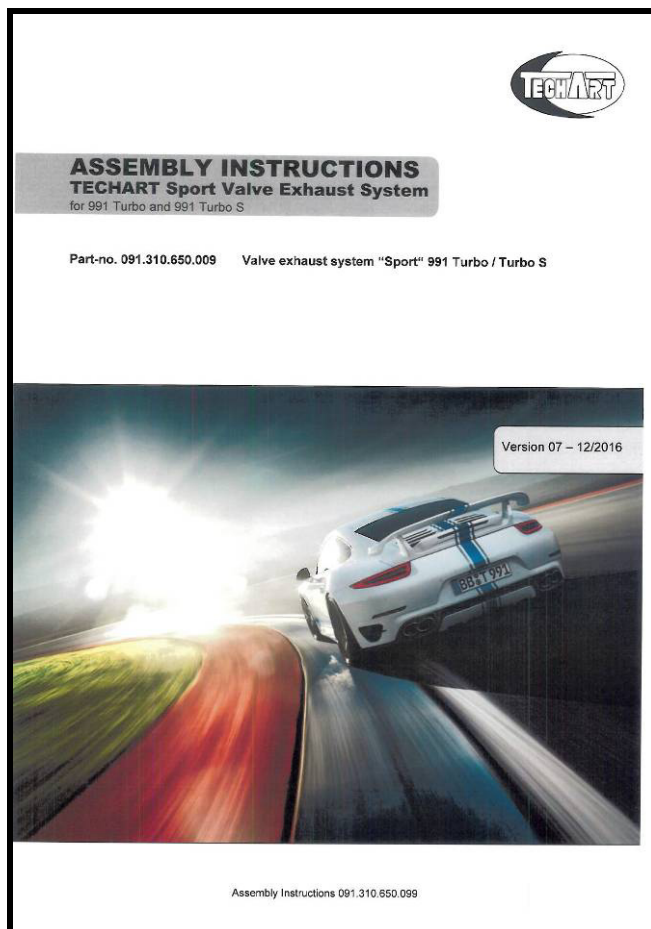

Abb. 08
- 9 TECHART Auspuffanlage laut separater Montageanleitung vormontieren und einbauen. Siehe Abb. 08 (Bild zeigt beispielhaft die TECHART Klappenabgasanlagen-Montageanleitung 091.310.650.099)